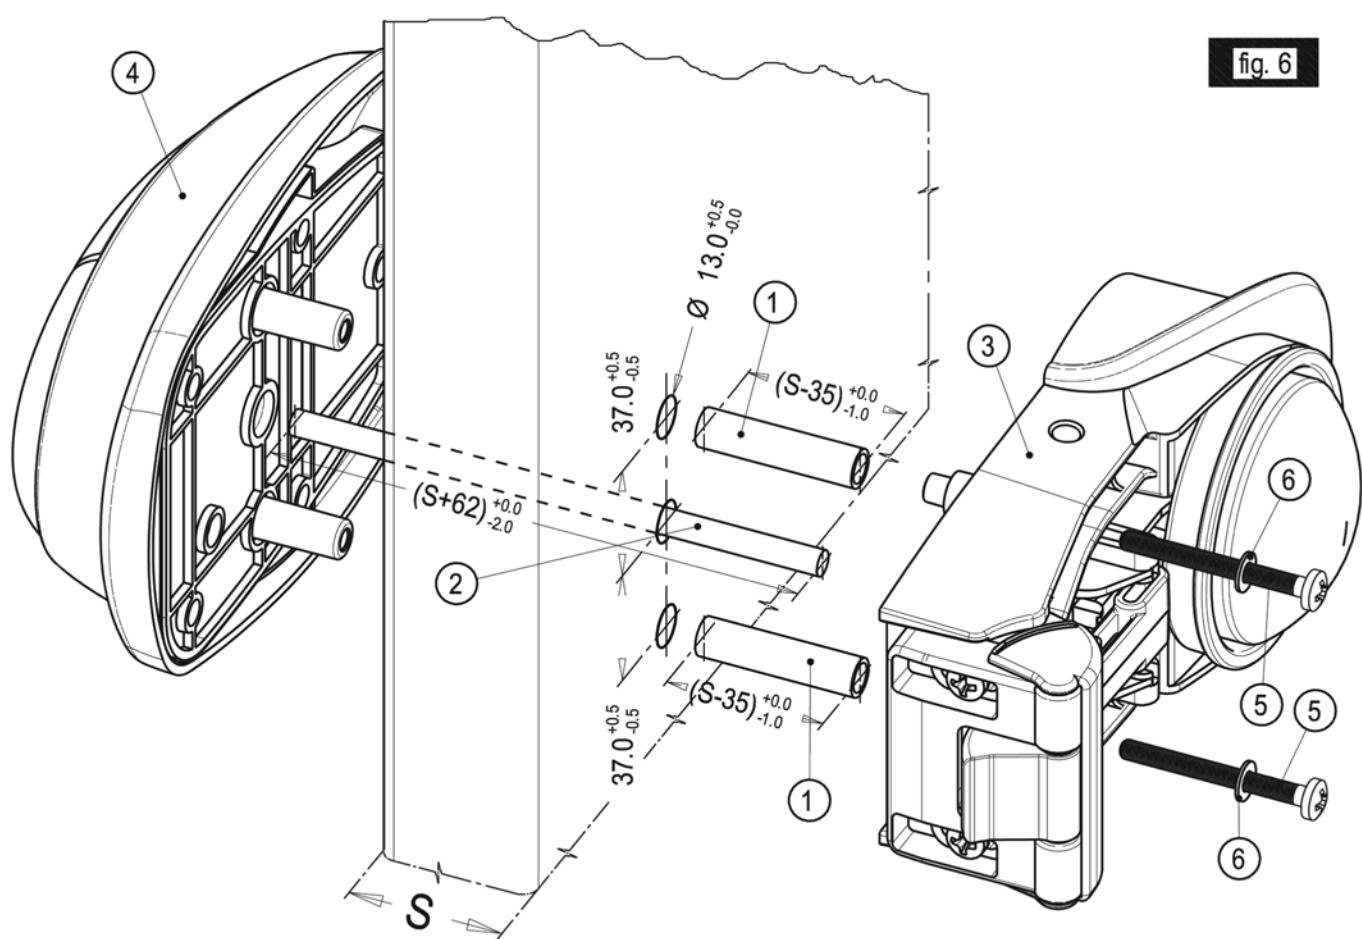

fig. 6
2 – fig.6 uciąć rurki (detal 1) na długość **o 35 mm krótszą niż grubość plata** i wsunąć w otwory o średnicy 13 mm.
3 – fig.6 uciąć trzpień (detal 2) na długość **o 62 mm dłuższą od plata** i wsunąć do środkowego otworu o średnicy 13 mm.
4 – fig.6 umieścić zewnętrzną część zamka (det. 4) w odpowiednich otworach montażowych w placie drzwiowym
7 – fig.6 włożyć 2 śruby (detały 5-6) do odpowiednich otworów i dokręcić, **uwierając, żeby nie wgnieść plata!!**
- prawidłowe docięcie rurek (detal 1) fig.6
2 – fig.6 cut the tubes (detail 1) **35 mm less than the door thickness** and insert it into the 13 mm Øholes;
3 – fig.6 cut the bar (detail 2) **62 mm longer than the door thickness** and insert it into the 13 mm Øcentral hole;
4 – fig. 6 place the external handle (detail 4) into the respective fixing holes on the door;
6 – fig.6 insert the internal safety device (detail 3) into the respective fixing holes on the door;
7 – fig. 6 insert the 2 screws (detail 5-6) in their housings and tighten them, **taking care to avoid any panel compression!!**
- check the correct cut of the tubes (detail 1) fig.6